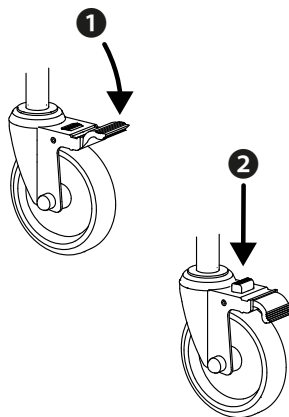

Abb.10
1. Betätigen Sie den Bremsmechanismus durch einen Tritt auf die Feststellwippe (1, Abb. 10).
2. Zum Lösen der Bremse treten Sie auf den kleinen Wippenhebel (2, Abb.10).